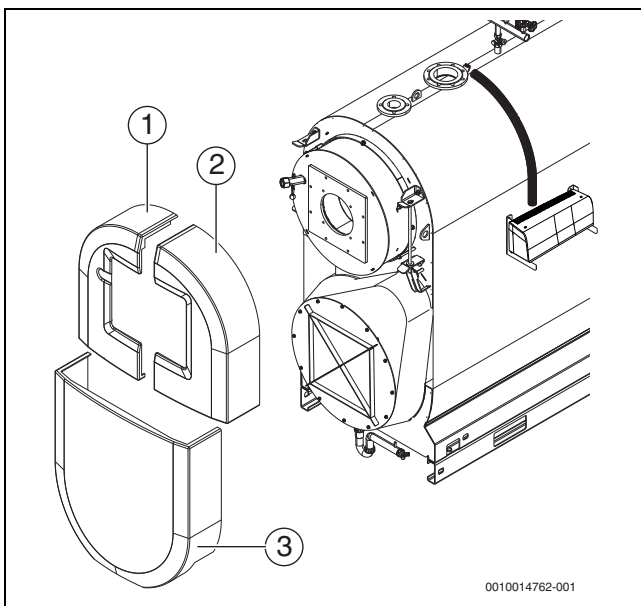

Рис. 20 Монтаж передней крышки
- ▶ Установите нижнюю переднюю крышку (→ рис. 20, [3], стр. 26) в крепления справа и слева на облицовке котла.